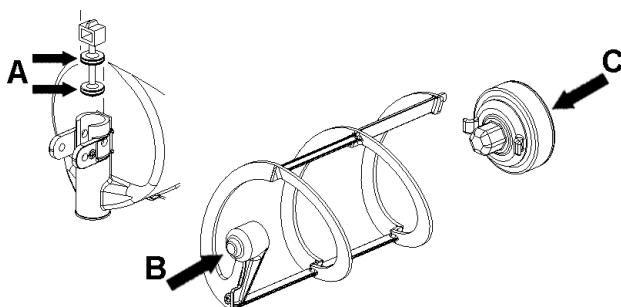

figura 12
- 2** Lubrificare il pistone rubinetto, il raschiatore esterno e il rotore magnetico esterno (nei punti A, B e C indicati in figura 12) utilizzando esclusivamente il grasso fornito dal fabbricante